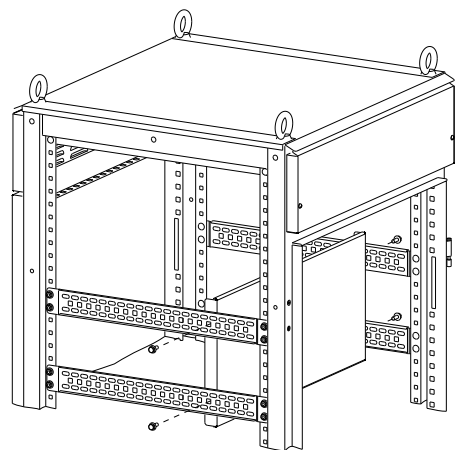

Рисунок 26
13.2 Установите Панель монтажную между четырёх предварительно смонтированных Реек боковых и закрепите болтами М6×16 (рисунок 26). Момент затяжки 5 Н·м.